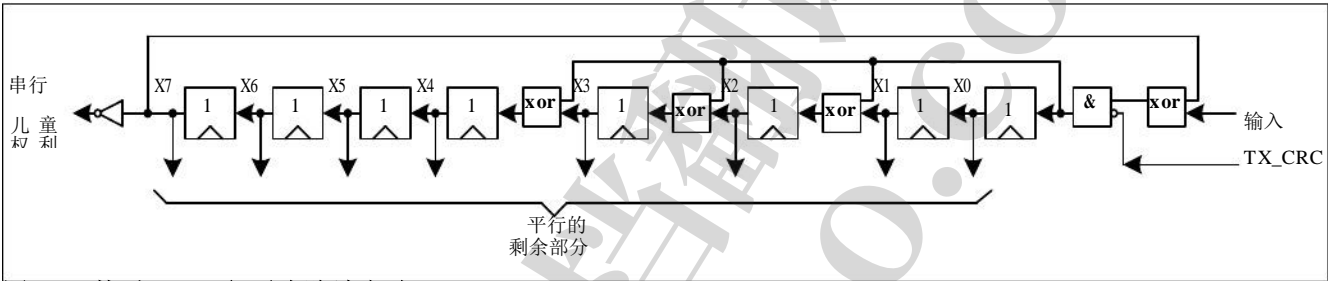

图 4-12 快速 CRC 多项式除法电路
- 生成器多项式: $X^8+X^4+X^3+X^2+1$ ，但对于 CRC 生成，使用了快速 CRC 生成电路(见图 4-12)